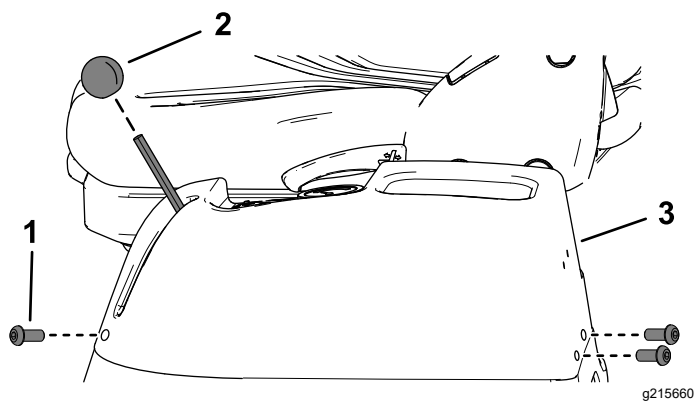

Figura 74
4. Îndepărtați cele 3 uruburi cu cap imbus de la consola din stânga (Figura 74).
5. Îndepărtați butonul manetei de accelerație (Figura 74).
6. Ridicați consola din stânga și puneți-o deoparte (Figura 74).